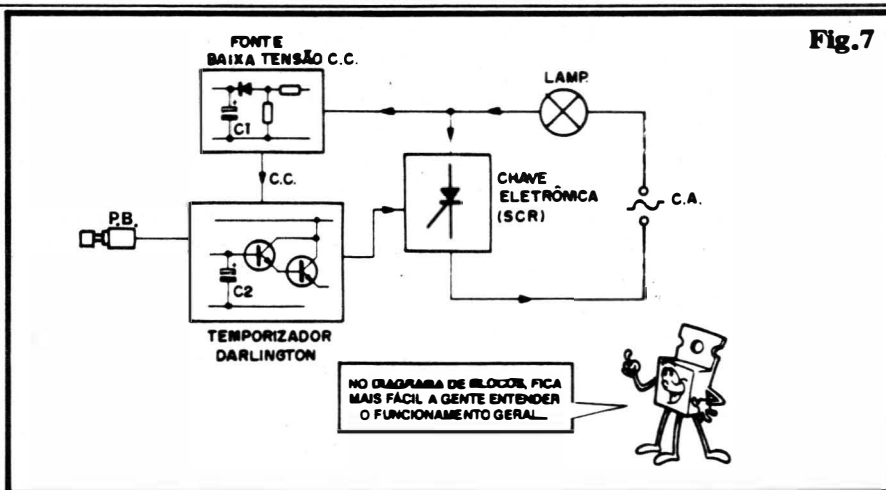

Fig. 7
- **FIG. 7 - O CIRCUITO - COMO FUNCIONA** - Na análise teórica do funcionamento do circuito, o Leitor/“Aluno” deve observar, em conjunto, o diagrama da fig. 7 e o da fig. 1 (respectivamente
“em bloco” e “esquema total”...). Analisando “do fim pro começo” (fig. 7), temos que o controle direto da lâmpada é feito pelo SCR (tiristor - Retificador Controlado de Silício de “mão única” - ver “Aula” nº 10). Este encontra-se simplesmente em paralelo com o interruptor original da dita lâmpada, podendo, assim, agir “em lugar dele” (tudo se passa como se tivéssemos uma segunda chave, paralela com a primeira, original...). Nessa configuração, o SCR está intercalado entre a carga (lâmpada) e a fonte de energia (C.A. domiciliar), de modo que, quando o tiristor estiver **ligado**, a lâmpada poderá receber energia, porém quando o SCR estiver “cortado”, a lâmpada não acende, já que fica impossibilitada de receber a necessária Corrente... Como sabemos, um SCR, para entrar em “condução” plena, precisa receber a conveniente polarização **positiva** no seu terminal de controle (**gate** - G). No circuito do ITEC, em “espera”, o TIC106D é mantido com seu **gate** “negativado” via conjunto de resistores/série de 22K e 4K7 (ver “esquema”). Outro bloco importante do circuito é formado pelo arranjo de fonte, fornecendo baixa Tensão CC para o circuito de controle... Tal fonte é elaborada a partir do resistor de boa dissipação (15K x 2W para 110V ou 33K para 220V) que “segura o rojão” em termos de Corrente... Seriado com o resistor de 1K, estabelece um convencional **divisor de Tensão**, de modo a promover, na junção de ambos, o surgimento